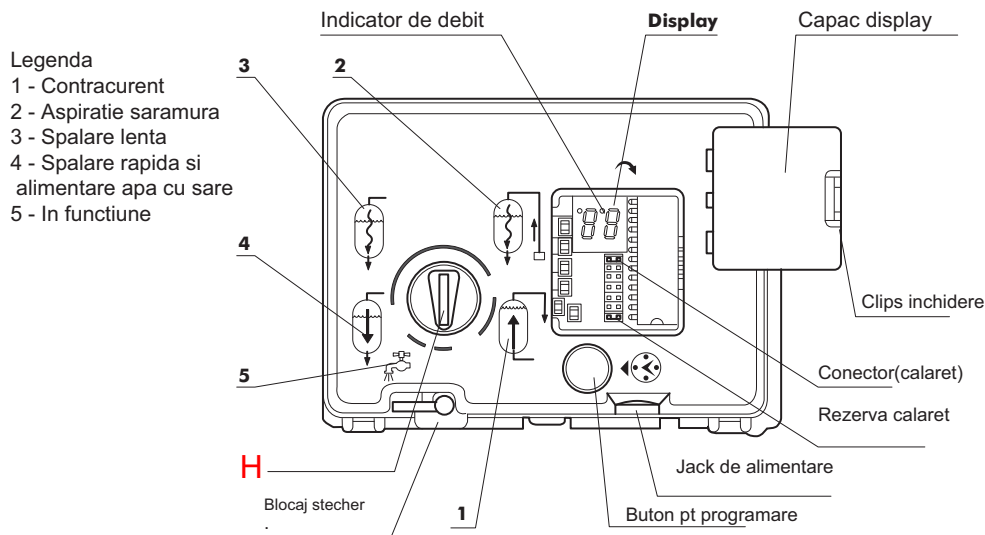

Fig. 3
- 3 Executati o regenerare suplimentara (actionati butonul de mod de lucru H si aduceti-l in pozitia 1 (vezi fig.3 pagina 8)